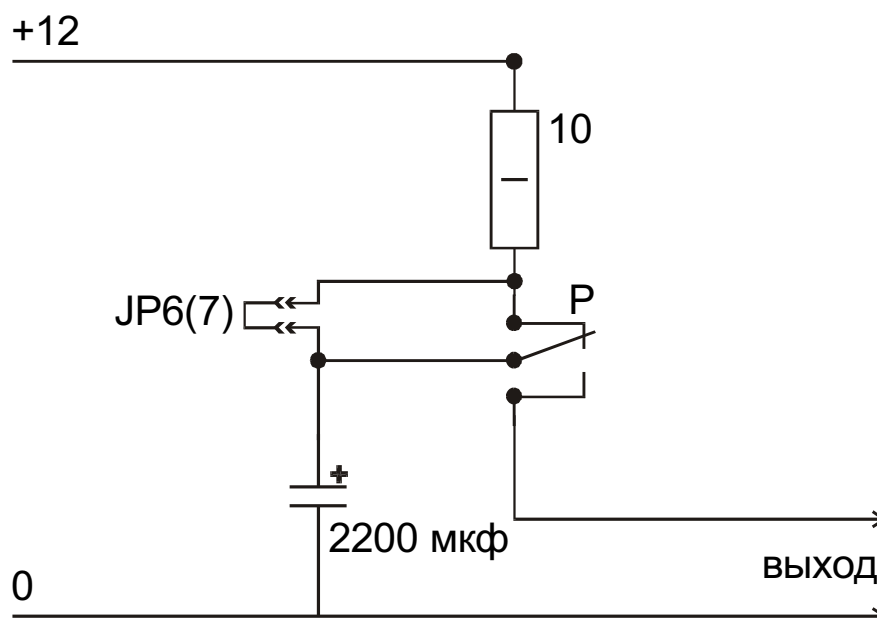

Рис. 3 Схема работы ИУ
4.7. При использовании в качестве ИУ замка с импульсным управлением соответствующий переключатель JP6 (для ИУ1) или JP7 (для ИУ2) должен быть разомкнут, в этом случае при включении реле формируется импульс тока длительностью 20 мс. Если переключатели JP6 и JP7 замкнуты, на выходных контактах реле формируется напряжение на все время включения реле. Принципиальная электрическая схема формирования выходного сигнала управления ИУ показана на Рис. 3.